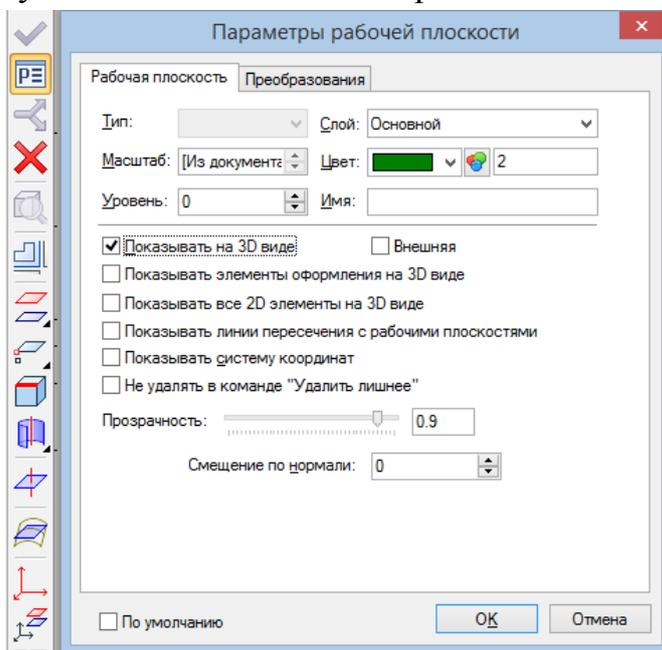

Рисунок 3.9 – Окно задания параметров рабочей плоскости
*Примечание: Плоскости можно сделать видимыми на 3D виде (рисунок 3.9)*